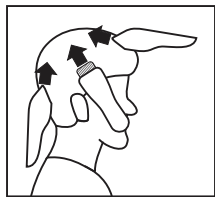

Figura 11
1. Usando o pente de 12 mm cortar a partir da nuca até o alto da cabeça. Manter o pente de 12 mm contra a cabeça e lentamente mover o aparelho através dos cabelos (Figura 11).
2. Usar a mesma técnica cortando de baixo para cima nas laterais da cabeça (Figura 11). Em seguida, cortar os cabelos na direção contrária à do seu crescimento a partir da testa até o alto da cabeça e nivelar o corte com as laterais.